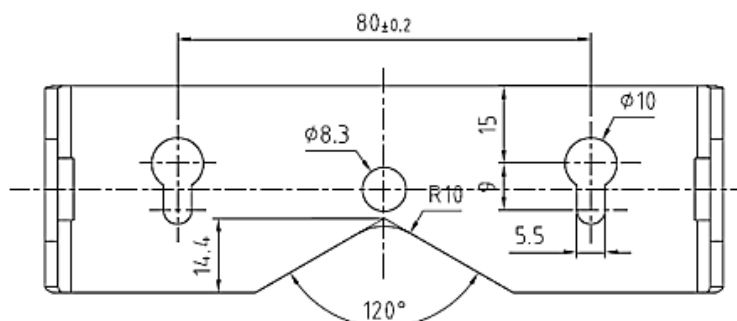

Figure 2-7 : Modèle de configuration des trous de montage des supports
3. Marquez la position des trous du support sur la surface de montage du terminal en respectant les dimensions indiquées sur la Figure 2-7, ou en le maintenant sur cette surface et en marquant les trous du support.